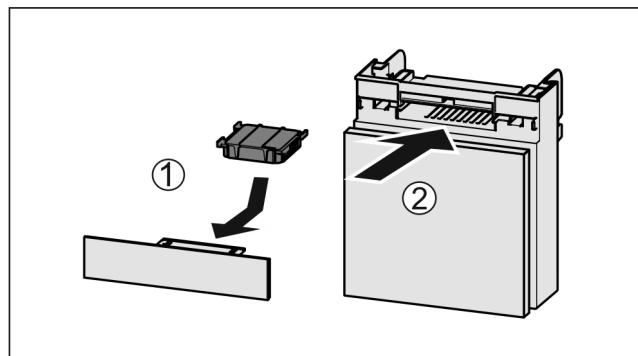

Fig. 128
- ▶ Introduzca el compartimiento Fig. 128 (2).